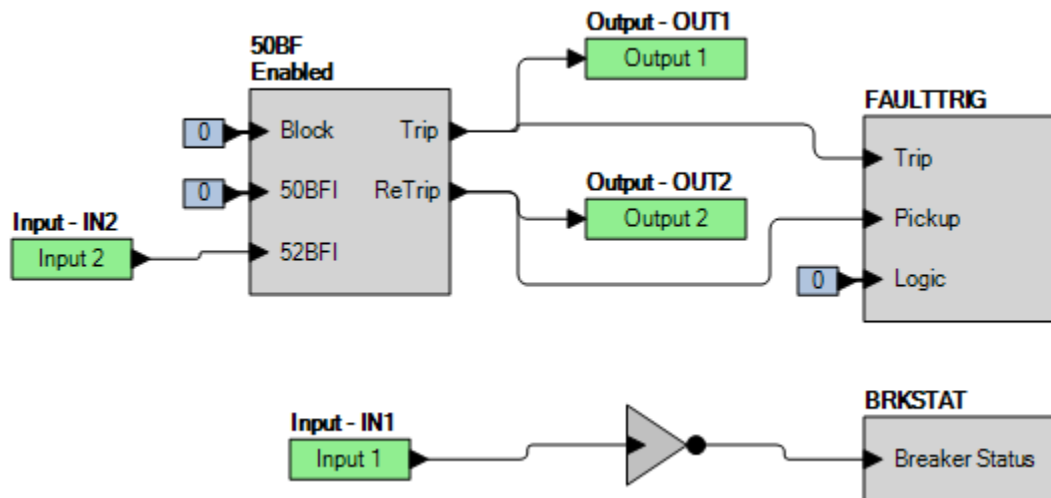

Figure 73-1. Paramètres BESTlogicPiUs (BFI52 Amorçage par contact)
Étape 2 : Utilisez BESTCOMSPiUs pour configurer la Logique programmable BESTlogicPiUs illustrée dans la Figure 73-1.